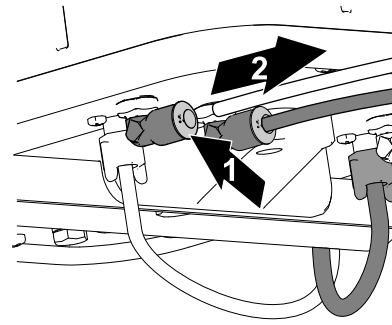

Figura 15
2. Presione hacia dentro el anillo de bloqueo (Figura 15).
3. Desconecte el tubo del acoplamiento (Figura 15).